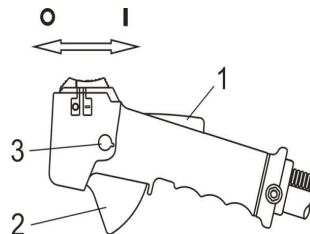

Fig. 14
- Mettez l'interrupteur en position ON. Dans le sens opposé au repère indiqué OFF Fig. 14